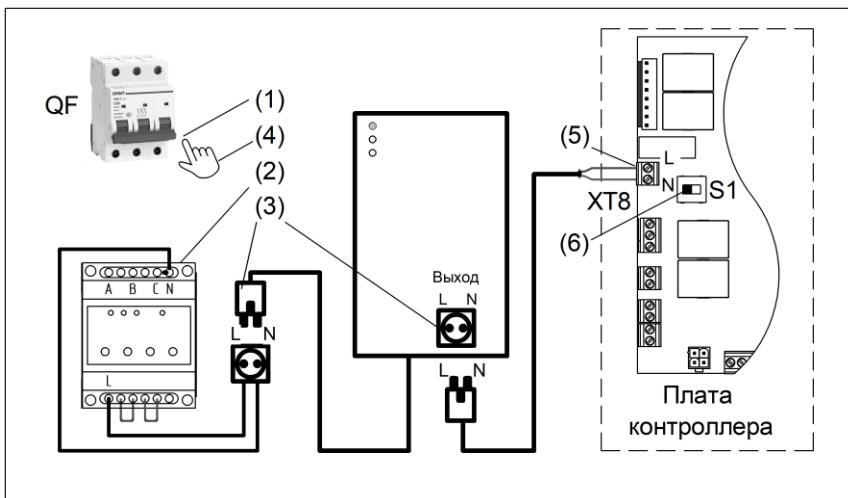
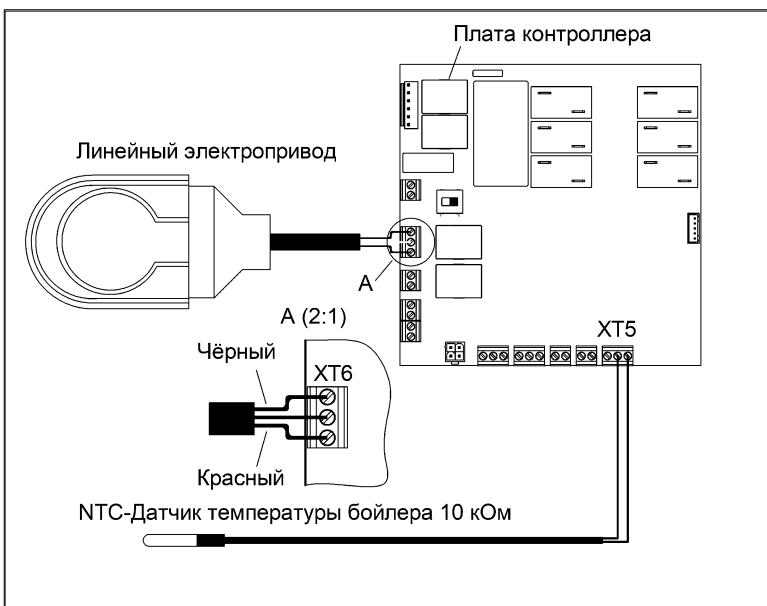

Рисунок 29. Схема подключения переключателя фаз
Рисунок 30.
- Порядок подключения переключателя фаз (ПЭФ-301) (см. рис. 29).
- (1) Отключить автоматический выключатель **QF**.
- (2) Смонтировать переключатель фаз согласно рис. 30.
- (3) Подключить стабилизатор к сети.
- (4) Включить автоматический выключатель **QF**.
- (5) Убедиться в наличии фазы на верхнем контакте колодки **ХТ8** платы контроллера.
- (6) Перевести переключатель **S1** из правого положения в левое положение.